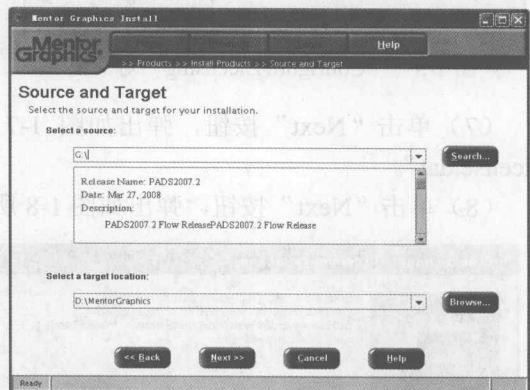

图 1-12 “Source and Target”对话框
(3) 单击其中的“Agree”按钮, 弹出如图 1-12 所示的对话框。